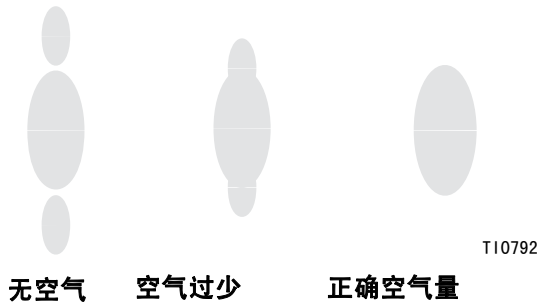

图 11：正确的喷型
- 4. 接通雾化空气，将空气压力设定为大约 10 磅 / 平方英寸（70 千帕，0.7 巴）。检查喷型，然后调节空气压力，直到分叉完全雾化而且归入喷型。请参见图 11。喷枪供气压力不得超过 100 磅 / 平方英寸（0.7 兆帕，7 巴）。